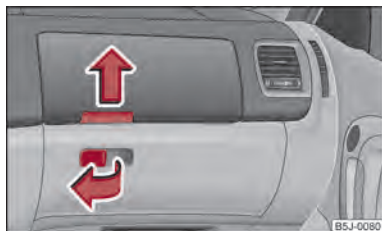

Fig. 63 Tabloul de bord: Compartimente pe partea pasagerului din dreapta
- Trageți mânerul din capac în sensul indicat de săgeata ⇒ fig. 63 și deschideți capacul în jos.